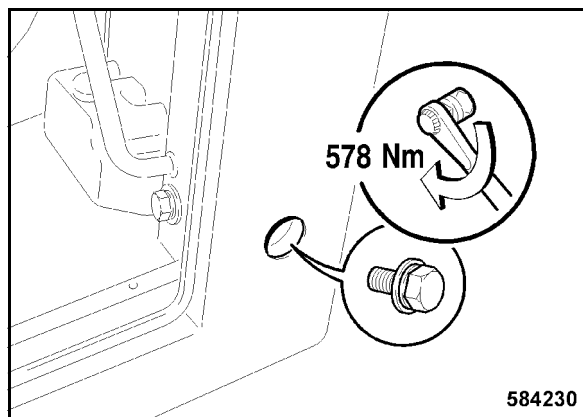

Bild 178
- Kiristä takana, sivussa oleva kiinnitysruuvi vasemmalta 578 Nm:llä (Bild 178).